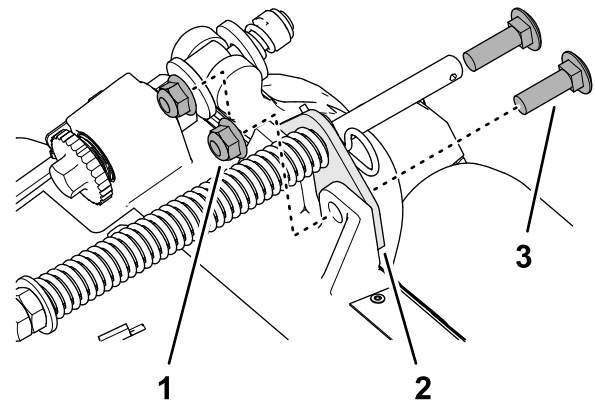

図 17
- 2. ターフ補正器用ブラケットをカッティングユニットのフレームに固定しているフランジロックナット $\frac{3}{8}$ "2個、キャリッジボルト $\frac{3}{8}$  x  $1\frac{1}{4}$ "2本を外す 図 17。